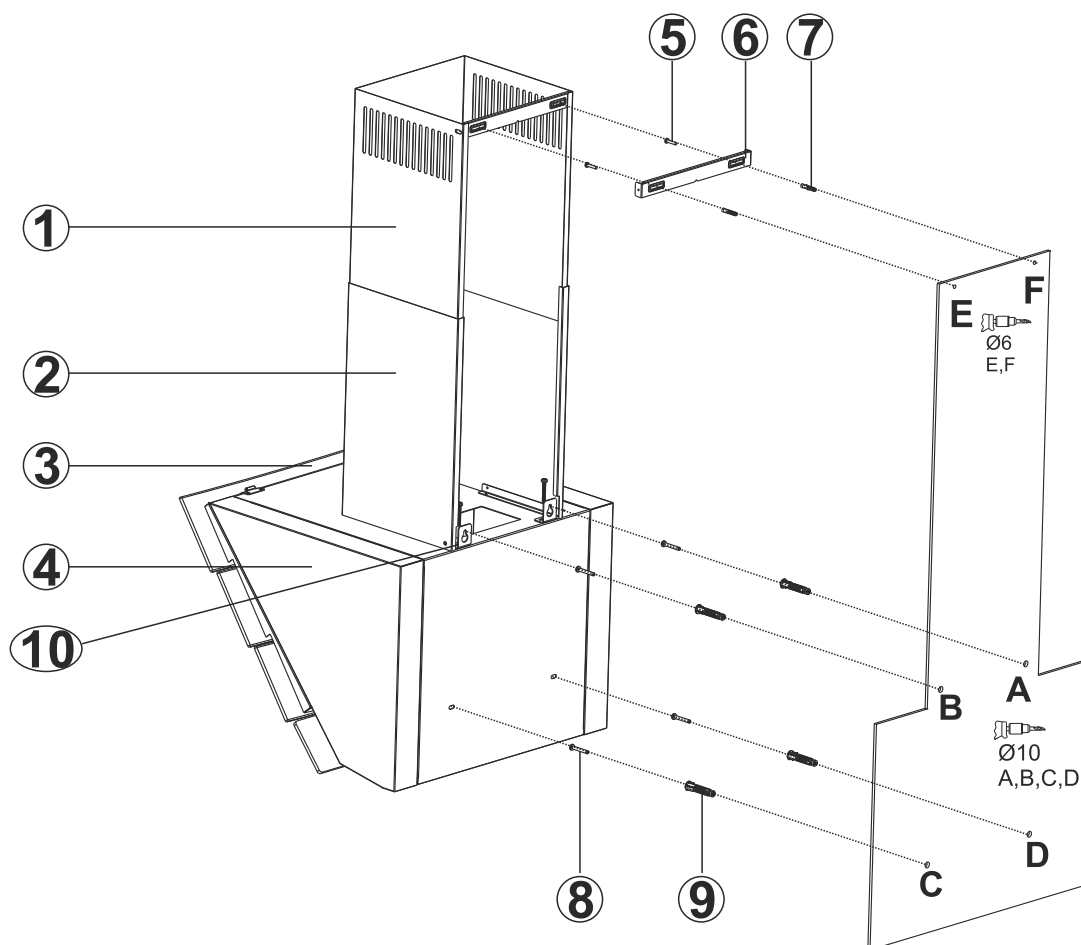

Fig. 11: MONTERING INSTALLATION OG DELE.
- Placere monteringskabelonen på væggen alt efter ønskede højde af emhætten i forhold til kogepladen (følg vores anbefalinger mht højde). Markerer A, B, C og D punkterne (Fig. 11)
- På punkterne A, B, C og D bores og indsættes Ø10mm rawplugs. Skru derefter 2 x 5,5x60 i A + B-punkterne med en afstand af 5mm mellem væggen og skruet hovedet. (Fig. 11).
- Montere ophængningsbeslagene på emhættens top med 2 x M5x35 skruer (Fig. 11/10)
Indvendig og udvendig skorsten sættes ind i hinanden (Fig. 11).
- Vægbeslaget til skorstenen (6) holdes hen mod væggen der hvor den skal placeres. Herefter markeres punkterne E & F (Fig. 11).
- Bor punkter E og F med Ø 6 mm bor, og sæt Ø 6 mm rawl-plugs. Monter vægbeslaget til skorstenen med 3,9x22 skruer (Fig. 11).